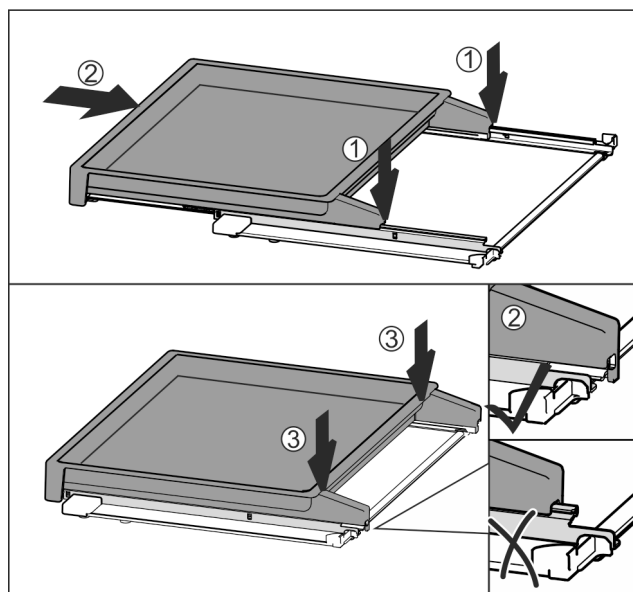

Fig. 97
- ▶ Nasadte uprostřed na kolejničky Fig. 97 (1).
- ▶ Vysouvací přihrádku zcela zasuňte Fig. 97 (2).
- ▶ Zatlačte pak na zadní straně, až slyšitelně zacvakne Fig. 97 (3).